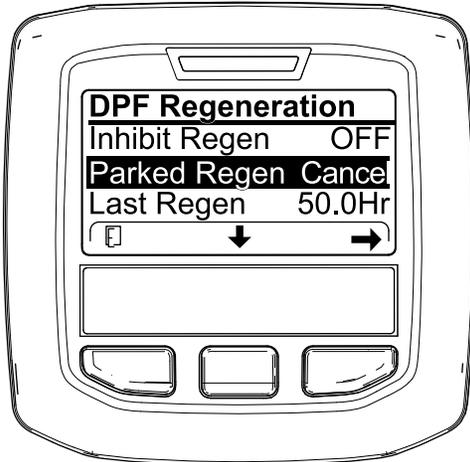
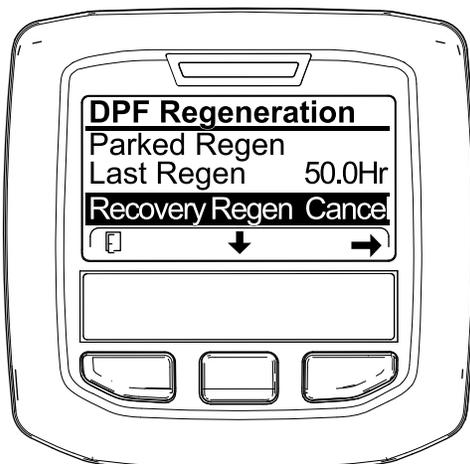

Figura 88
Figura 89
1. Accedete al menu DPF Regeneration (Rigenerazione FAP) (Figura 88).
2. Premete il pulsante centrale per scorrere il menu verso il basso fino all'opzione PARKED REGEN CANCEL (Figura 88) o all'opzione RECOVERY REGEN CANCEL (Figura 89).
3. Premete il pulsante destro per selezionare la voce Cancel relativa alla rigenerazione (Figura 88 o Figura 89).